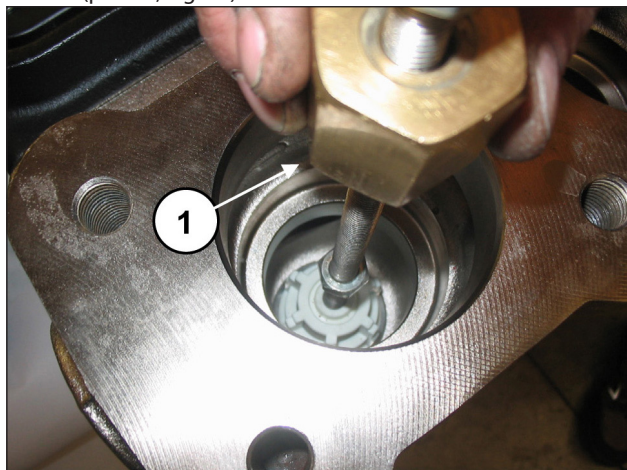

Fig. 84
Estrarre il gruppo valvola aspirazione mediante l'utilizzo di un estrattore a massa battente da applicare al foro M10 del guida valvola (pos. ①, Fig. 84).